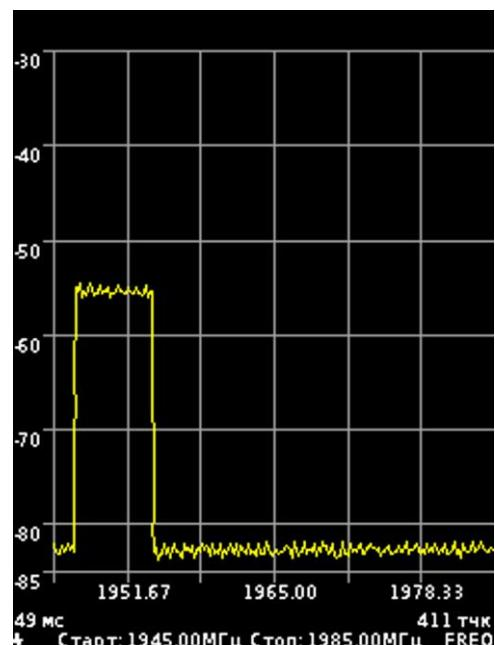

Рисунок 8.5.4 – Измерение в дополнительном режиме «Трасса Среднее»
8.5.2.3. В дополнительном режиме «Трасса» при выборе типа измерений «Среднее», происходит отображение усреднённых значений сигнала на экране (Рисунок 8.5.4). Дополнительно в окне **Длина буфера** устанавливается число измерений (8, 16 или 24) используемых для вычисления среднего значения.